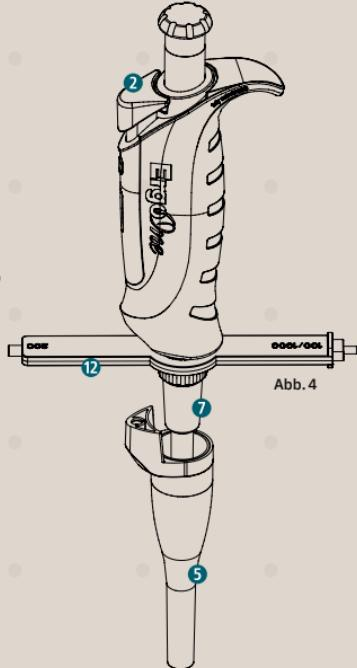

Abb. 4
- Drücken Sie den Abwurknopf ② vollständig durch und ziehen Sie die Spitzenabwurfhülse ⑤ nach unten ab (Abb. 4).
- Schrauben Sie den Pipettenkonus ⑦ mit dem Hilfswerkzeug ⑯ vorsichtig im Uhrzeigersinn ab (Entfernen des Spitzenkonus bei ErgoOne® 5 ml erfolgt ohne Hilfswerkzeug).